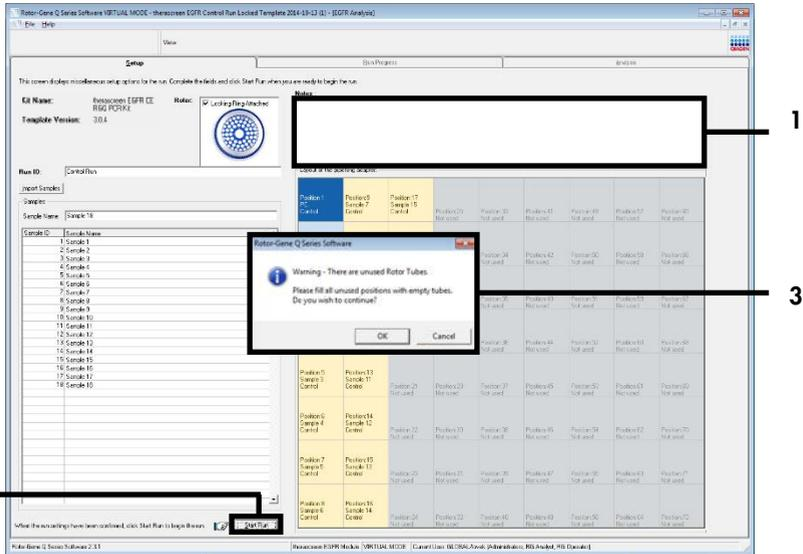

Abbildung 5. Dialogfeld „Notes“ (Notizen) (1), Schaltfläche „Start Run“ (Lauf starten) (2) und Warning (Warnung) über unbesetzte Rotorpositionen (3).
17. Nachdem alle Probennamen eingegeben wurden, überprüfen Sie, ob diese korrekt sind. Geben Sie bei Bedarf zusätzliche Informationen in das Feld Notes (Notizen) ein und klicken Sie dann auf Start Run (Lauf starten) (Abbildung 5).
Hinweis: Wenn eine Rotorposition unbesetzt ist, wird „Warning“ (Warnung) eingeblendet (Abbildung 5), um den Anwender daran zu erinnern, dass unbesetzte Positionen im Rotor mit verschlossenen, leeren Röhrchen gefüllt werden müssen. Stellen Sie sicher, dass alle unbesetzten Rotorpositionen mit verschlossenen, leeren Röhrchen gefüllt sind, und klicken Sie dann auf OK, um fortzufahren. Das Fenster „Save As“ (Speichern unter) öffnet sich.